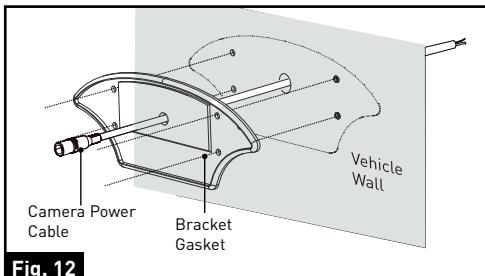

Fig. 12
- Acheminez le câble d'alimentation de 6 pi de la caméra à travers le joint. Assurez-vous que l'extrémité dénudée du câble entre dans le véhicule et que le côté plat est tourné vers l'intérieur. [Fig. 12]